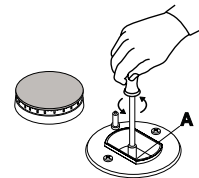

Abb.7
- die Düsen "A" (Abb.7) mit Hilfe eines 7 mm Steckschlüssels ausschrauben und durch die Düsen ersetzen, die einen geeigneten Durchmesser entsprechend der verwendeten Gasart gemäß nachstehender Tabelle 1 "Merkmale der Brenner und Düsen" aufweisen.